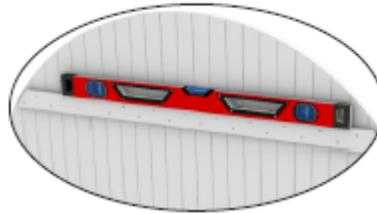

**figura 6a**
- A. Primero, localice las tres piezas que componen el panel de la pared frontal. Utilice los tornillos suministrados para unir las tres piezas de la pared frontal. Vea la figura 6a.